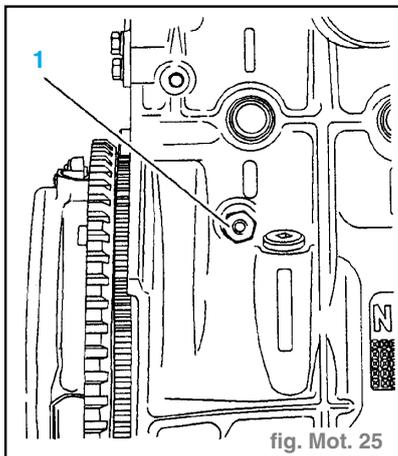

fig. Mot. 25
- Déposer le manomètre (1) et son raccord (3).
- Vidanger le bloc-moteur en déposant le bouchon. (fig. Mot. 25)